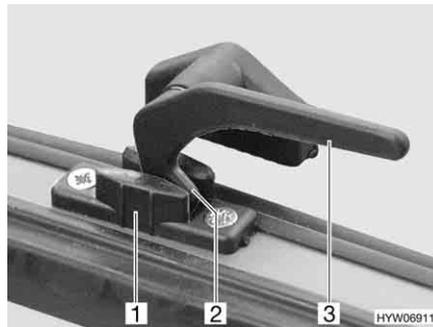

Bild 77 Verriegelungshebel in Stellung "Dauerbelüftung"
- in Stellung "Dauerbelüftung" (Bild 77)
- Den Verriegelungshebel (Bild 77,3) eine viertel Umdrehung zur Fenstermitte hin drehen.
- Den Verriegelungshebel wieder zurückdrehen. Die Verriegelungsnase (Bild 77,2) dabei in die Aussparung der Fensterverriegelung (Bild 77,1) einfahren.